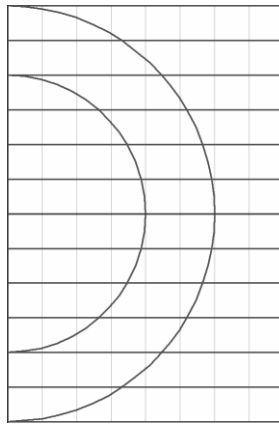

Рис.3
- Выбрать пункт **Дублировать выделенное** из меню **Правка**, указать ординату вектора переноса  $-0.5$ , а количество **Копий** - 12 и нажать на кнопку **ОК**. В результате модель примет вид, показанный на Рис.3.